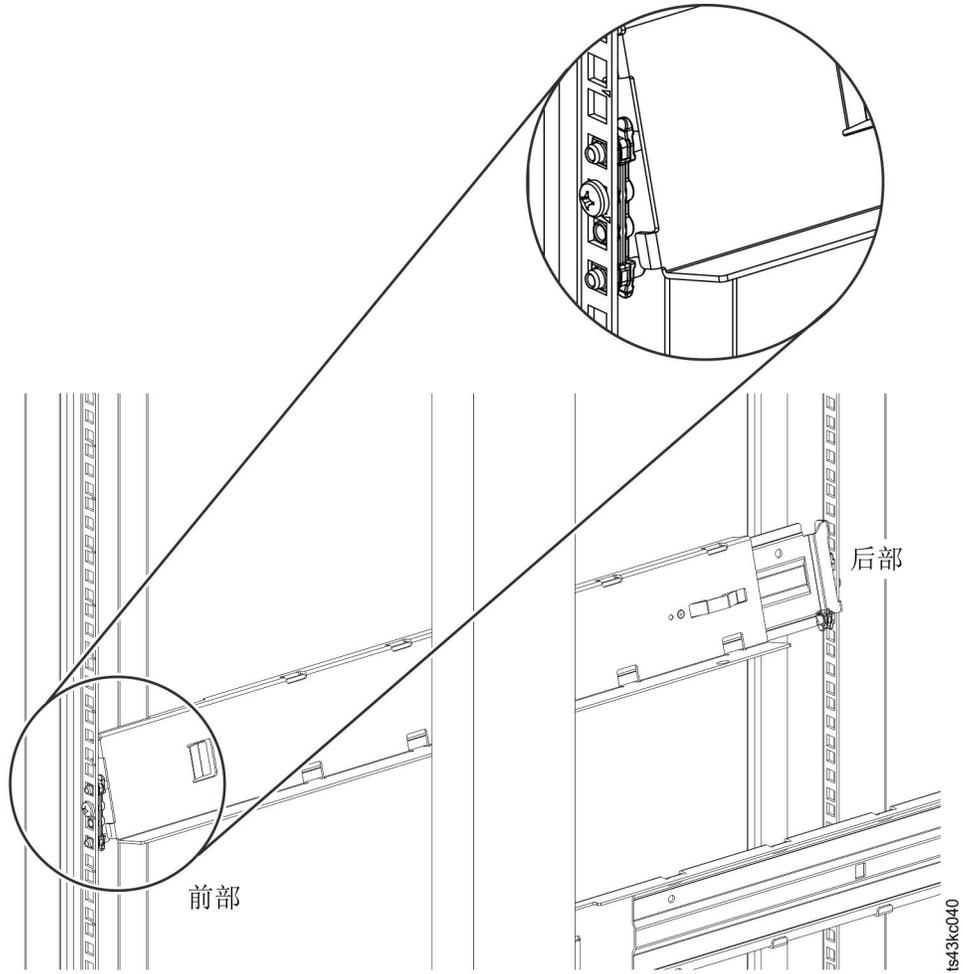

图 38. 将导轨安装到接口
- d. 将 LH 机架安装导轨安装到接口。请参阅第 46 页的图 38。